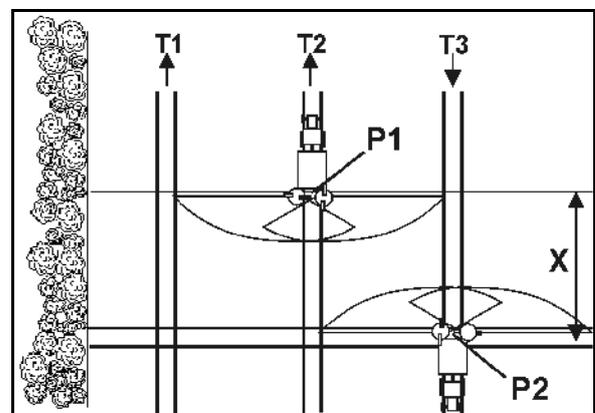

Fig. 71
- Öffnen der Schließschieber nach dem Einfahren in die Fahrgasse am Punkt P1 (Fig. 71), wenn die Streuscheiben die Strecke X von der Fahrgasse des Vorgewendes entfernt sind.
- Schließen des Schiebers vor dem Herausfahren aus der Fahrgasse am Punkt P2 (Fig. 71), wenn sich die Streuscheiben in Höhe der ersten Fahrgasse des Vorgewendes befindet.